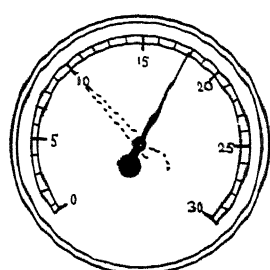

Fig. 17.—LEAKY GASKET
**7. Leaky Cylinder-head Gasket (Fig. 17)**